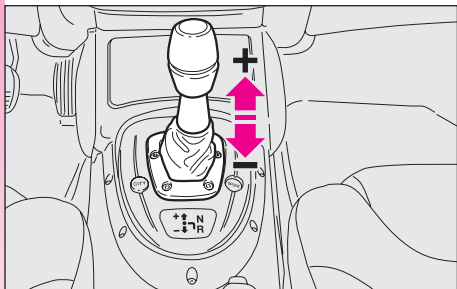

fig. 123
– pour augmenter le rapport (**+**) (**fig. 123**) pousser vers "l'avant" le sélecteur (si la voiture est en première vitesse, on passe
– pour rétrograder de vitesse (**-**) (**fig. 123**) pousser vers l'arrière le levier (si la voiture est en cinquième, on passe en quatrième, si elle est en quatrième, on passe en troisième et ainsi de suite jusqu'à la première).